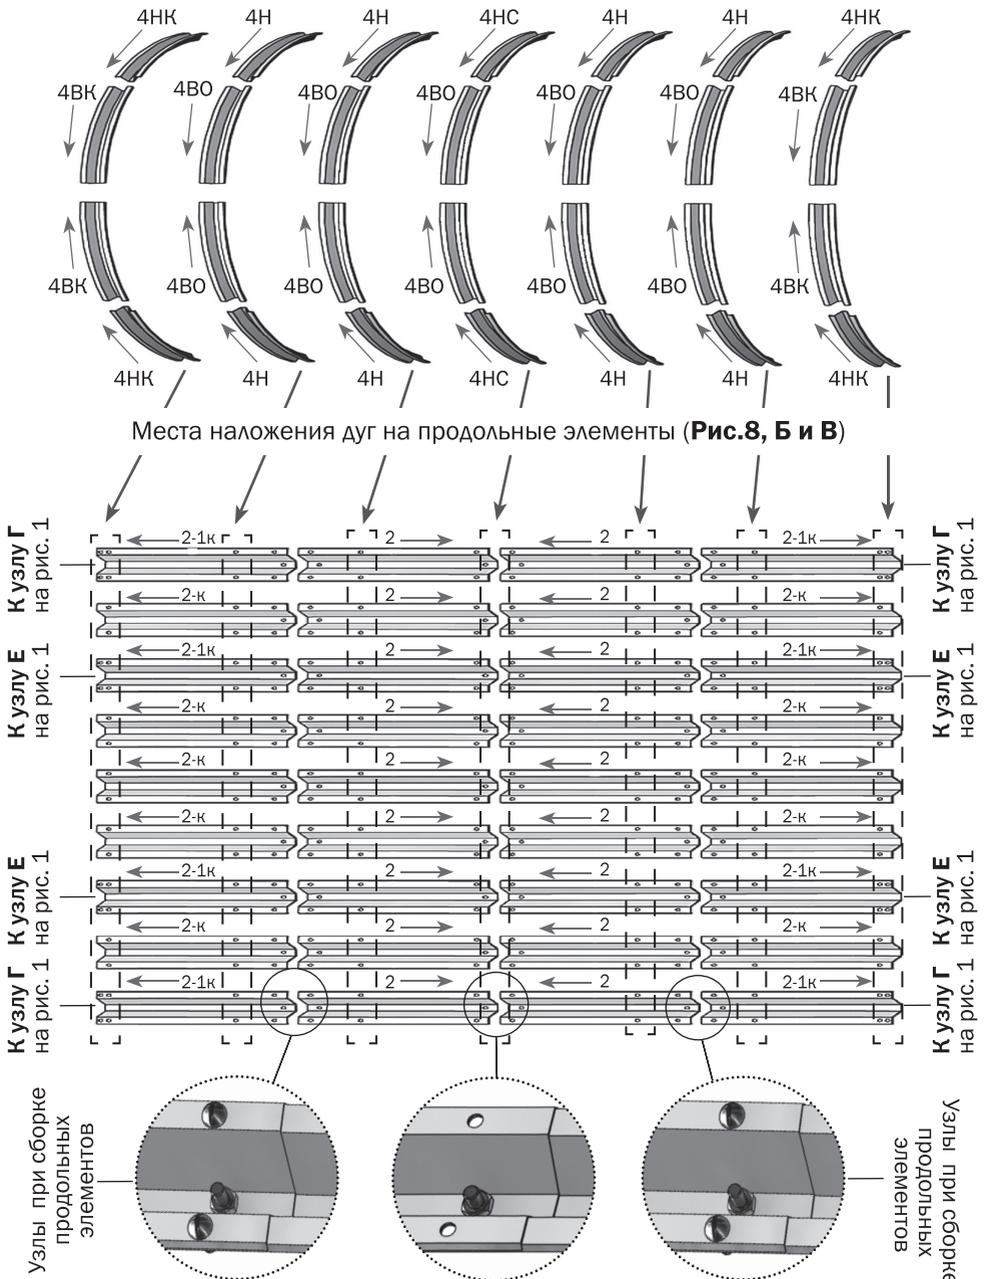

Рис. 5 Расположение дуг и продольных элементов каркаса «Дачная-Эко»-4 (детали показаны схематично)
детали **4** и **2** - см. **Рис.5,6**
3. Выполняйте сборку в соответствии с фотографиями этапов сборки и узлов, представленными на **рис. 5...14**.